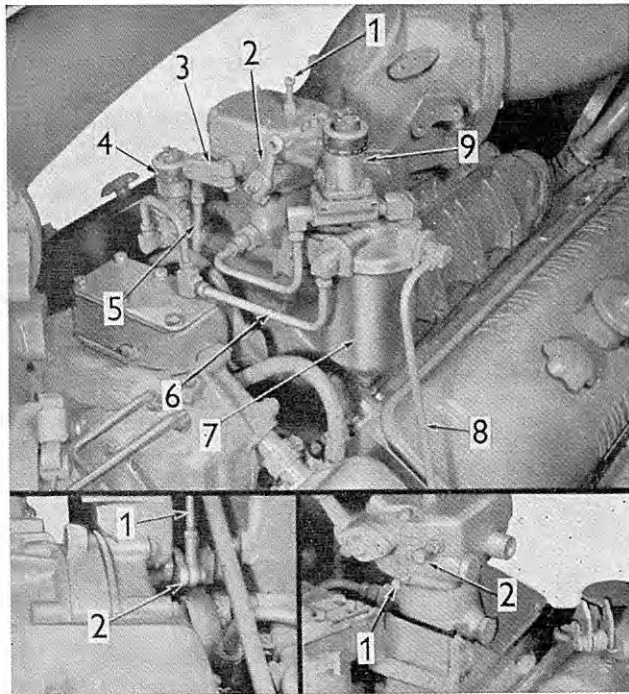

Fig. 40 - Montage du régulateur hydraulique sur le moteur 16V-71
3. Démontez la tringle verticale du régulateur et du levier basculeur - fig. 40.